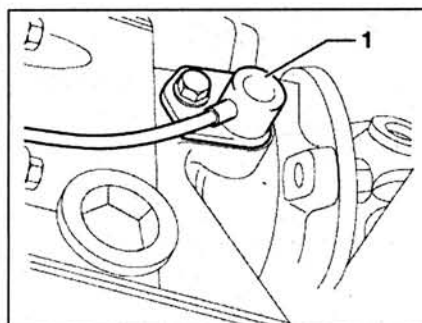

Рис. 2.23. Отсоедините датчик скорости 1.
20. Отсоедините датчик скорости 1 (рис. 2.23).